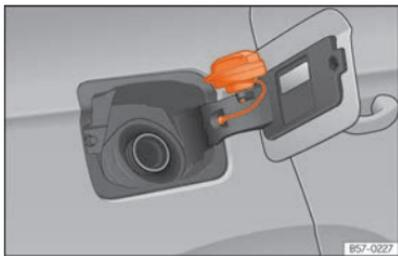

Abb. 188 Tankklappe mit aufgestecktem Tankverschluss.
- Platzieren Sie den Verschluss in der Aussparung, die sich im Scharnier der geöffneten Tankklappe befindet »» (Abb. 188).